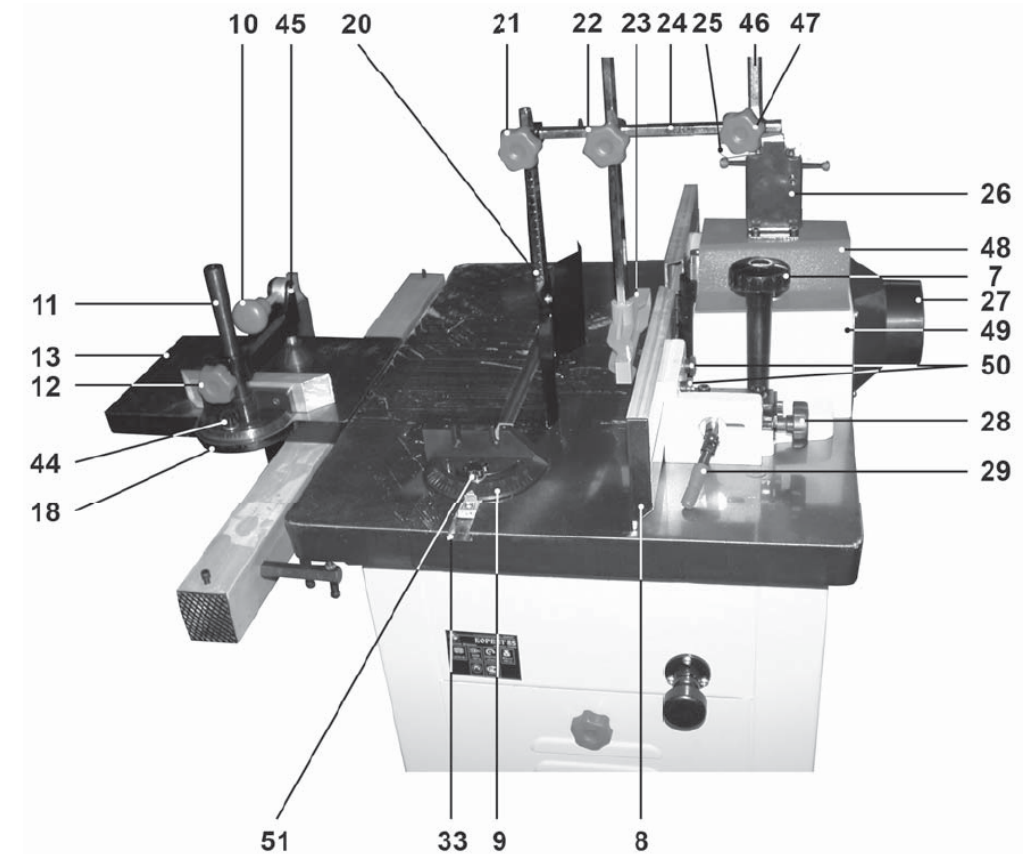

Рис.5
8.3.1. На подвижном столе (13) установите стойку (11). На стойке (11), используя шайбу и винт фиксации (44), установите и закрепите транспортир (18), Рис.5.
8.3.2. На стойке (11), используя винт фиксации (12), закрепите прижимное устройство (45), Рис.5.
8.3.3. На корпусе узла направляющих планок (49) установите и закрепите двумя винтами подиум (48). На подиуме (48) установите и четырьмя винтами закрепите стойку прижимов (26), Рис.5.
8.3.4. В гнездо стойки прижимов (26) вставьте штангу (24) и закрепите винтом фиксации (47), Рис.5.
8.3.5. Как показано на Рис. 5, в зажимах крепления штанги (24) установите и винтами фиксации (21 и 22) закрепите прижимную пластину (20) и прижимную планку (23). При закреплении подкладывайте металлические пластины (см. комплектность).